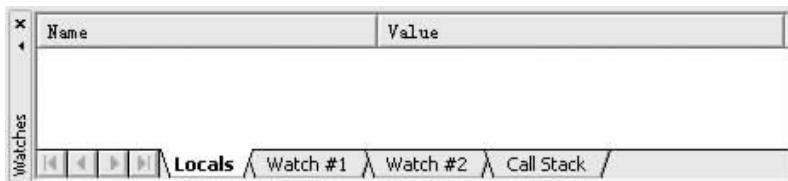

图 2-9 Locals 窗口
④快捷菜单第四栏。快捷菜单第四栏只有一个 Copy 选项,用于复制反汇编窗口中的内容。具体使用方法是:先选定反汇编窗口中需要复制的内容,右击选择该选项即可将选定的内容复制到剪贴板中,然后再将其粘贴到文件中。这一功能对于保存“在线汇编”时临时修改了的程序文件特别有用,因为“在线汇编”仅在调试程序时对装入软件中的汇编代码起作用,对源文件并未进行修改,退出调试之后,“在线汇编”的作用将不复存在。
⑤快捷菜单第五栏。快捷菜单第五栏用于文本标记操作,其中各个选项与菜单中“文件标记”选项的功能相同。
⑥快捷菜单倒数第二栏的 Show Code at Address 选项用于显示指定地址处的程序代码,选择该选项时反汇编窗口将立即切换到指定地址处的程序代码窗口。
(3)观察窗口。View 菜单的 Watch & Call Stack Window 选项用于调试状态下观察窗口的显示/隐藏切换。观察窗口有四个标签,分别是 Locals、Watch #1、Watch #2 和 Call Stack,图 2-9 所示为 Locals 窗口,窗口中显示程序调试过程中当前局部变量的使用情况。单击 Watch #1 标签可切换到 Watch #1 窗口显示程序中已经设置了的观察点在调试过程中的当前值。在 Locals 窗口或 Watch #1 窗口中右击可改变局部变量或观察点的值,按十六进制(hex)或十进制(decimal)方式显示。单击 Call Stack 标签可切换到 Call Stack 窗口显示程序执行过程中对子程序的调用情况。